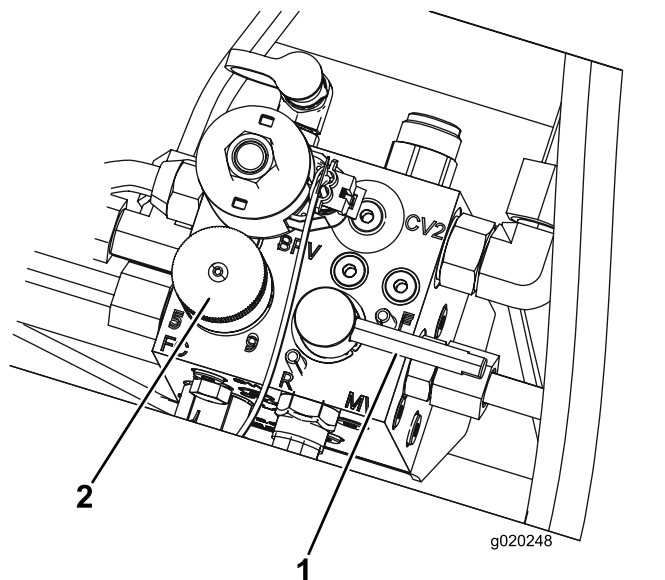

図 81
5. リール速度コントロールを 1 にセットする 図 81。
6. バックラップレバーをR逆転位置にセットする 図 81。